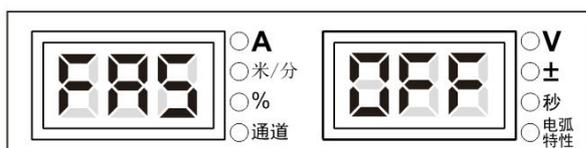

图3-35 FA5 显示界面
1. 进入内部菜单，调节焊接电源面板旋钮至 **FA5**，如图 3-35 所示。